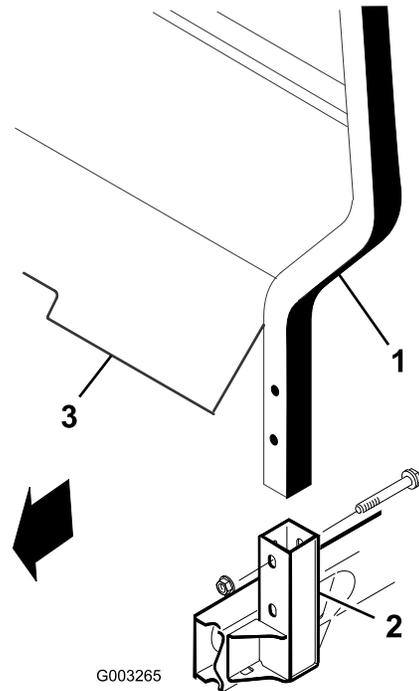

Figure 8
1. Insérez chaque côté de l'arceau de sécurité dans le support de montage de chaque côté du châssis et positionnez-le comme illustré (voir Figure 8).